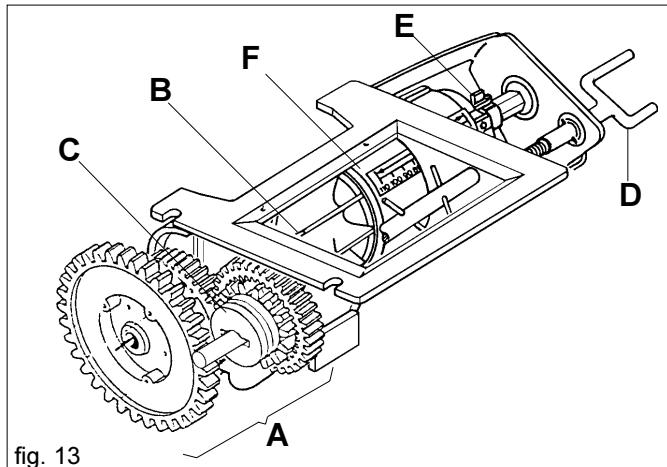
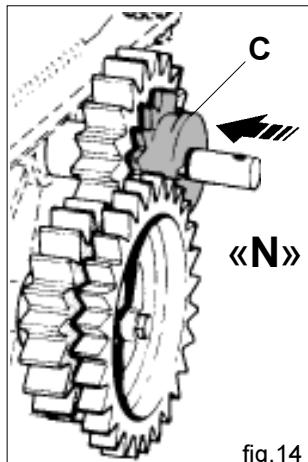

fig. 13
fig. 14
Le doseur (cf. Fig. 13), l'organe principal pour le fonctionnement de l'élément semeur, est placé sous le réservoir des semences. Il reçoit le mouvement de la roue de transmission par le biais d'engrenages (avec rapport proportionnel à la largeur du travail) et par des chaînes. Le doseur est composé d'une boîte à vitesses (cf. A Fig. 13) qui permet deux rapports de transmission au rouleau de distribution (B) en variant la position de la roue dentée rouge (C Fig. 13, 14, 15). En position «N» (Fig. 14), le rapport est de 1:1 donné par le couple de roues dentées Z19; si l'on déplace la roue (C) en «M» (Fig. 15), le rouleau distributeur réduira de la moitié le nombre de ses tours puisque la transmission est composée par la roue motrice rouge Z14 et par la roue conduite Z28. Au cours d'un essai de dosage, ainsi que cela a été décrit au chapitre 3.3.2, on remarquera que la quantité de produit distribué sera réduite de la moitié vis à vis d'un essai ayant un rapport 1:1 (cf. Tableau 4-5). La position «M» de la roue dentée (C) est nécessaire pour la distribution de petites semences en petites quantités. La tige à vis (D) permet de régler l'ouverture de la vanne selon la valeur de l'échelle graduée obtenue à partir du tableau et de l'essai de distribution (cf. chapitre 3.3.2). L'élément de référence pour définir l'ouverture de la vanne est le point A (Fig. 19)..
Le ressort de blocage (cf. E Fig. 13, 16) permet de modifier l'ouverture de la vanne et, en même temps, le débit du rouleau doseur. La position «E1» (Fig. 16) permet l'ouverture de la vanne sur l'échelle graduée de 0 à 110 avec le maximum de la capacité de distribution du rouleau doseur; tandis que la position «E2» permet une ouverture de la vanne de 0 à 25 et une réduction du débit du rouleau. Il est important de fermer complètement la vanne (au 0 de l'échelle graduée) pour inverser la position du ressort de blocage (E).
La quantité de semences devant être distribuée par hectare est réglée par l'appareil de dosage (Fig. 13) en déplaçant la vanne (F) moyennant la tige à vis (D). Les positions de l'échelle de dosage (par rapport à la référence A Fig. 19) correspondent aux valeurs du tableau (tableau 4 et 5, pag. 68) de réglage de la colonne de gauche.